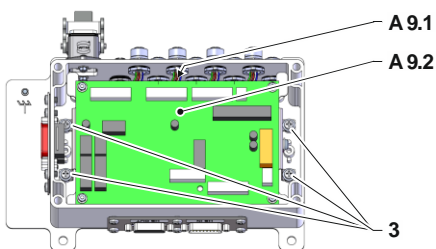
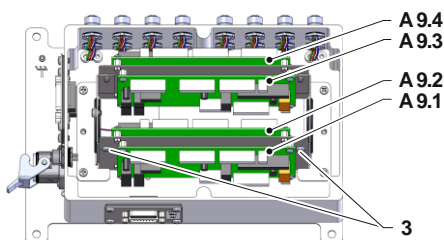

Abb. 3: Auswerteeinheit bis 8 Kreise
Abb. 4: Auswerteeinheit bis 16 Kreise
- Schrauben (Kennzeichnung 3 → Abb. 3, Abb. 4) entfernen bzw. lösen und Platinen-Halter herausnehmen.
- Platinen-Halter mit Leiterplatten einsetzen und Schrauben (Kennzeichnung 3 → Abb. 3, Abb. 4) montieren bzw. festziehen.